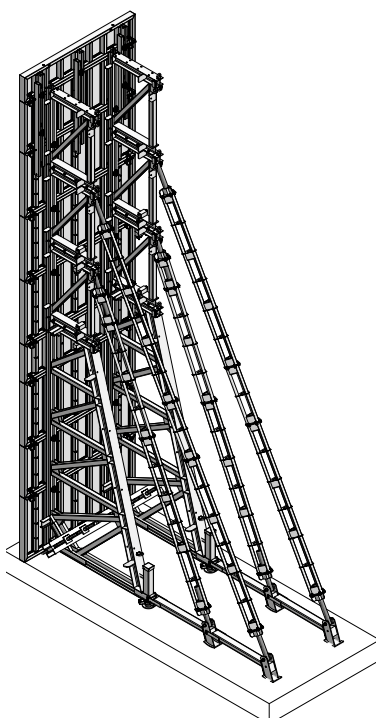

Fig. 11.3 Jusqu'à 9,40 m de hauteur de coffrage :
- Jusqu'à 9,40 m – 3 rehausses, extensions, étais Triplex SB (Fig. 11.3)